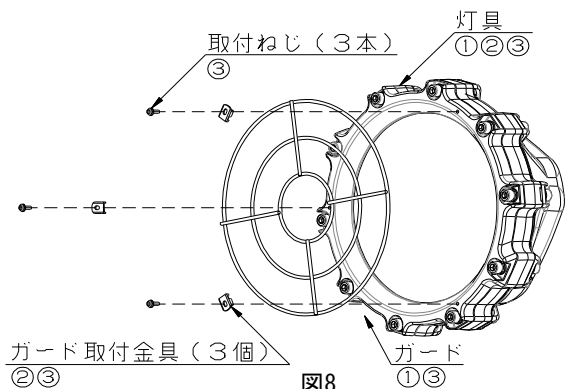

図8
■オプション品1 : ガード(図8 : LZIB13082V2の例です)